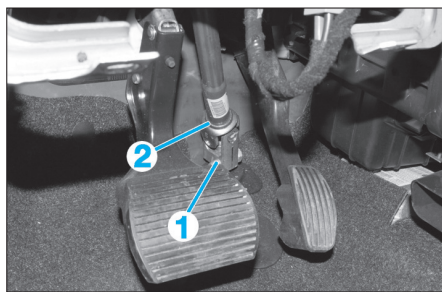

Fig. 24
- Dévisser la vis (1) et débrancher l'articulation de la colonne (2) du boîtier de direction (Fig.24).